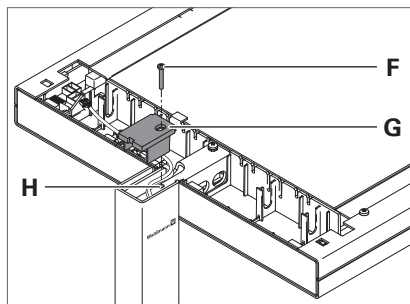

Fig. 3: Fixer la tête du luminaire.
- Placez le recouvrement **G** par le haut sur le bras support, voir Fig. 3